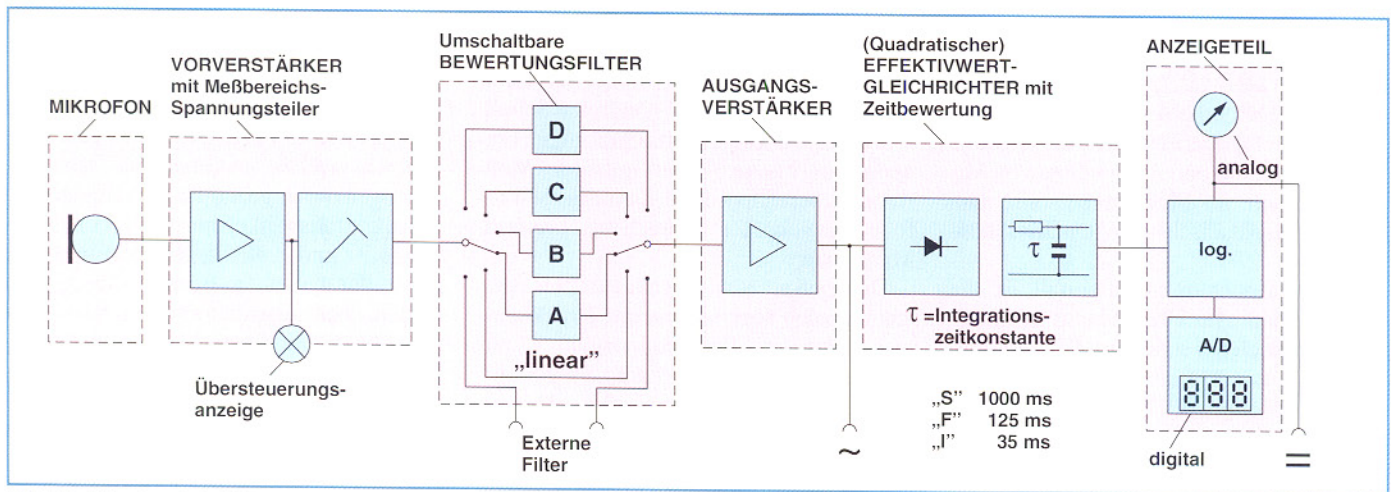

Bild 6: Blockschaltbild eines Schallpegelmessers
- siehe dazu auch das Blockschaltbild in Bild 6.